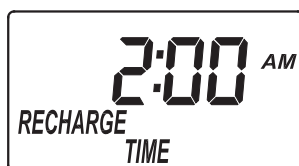

FIG. 15
1. Si vous avez réalisé l'étape précédente, le mot « RECHARGE TIME » (heure de régénération) apparaît à l'écran (cf. Figure 15); sinon, appuyez sur le sélecteur à plusieurs reprises pour l'afficher.